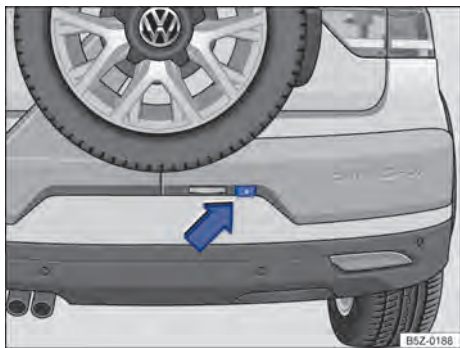

Fig. 117 No parachoque traseiro: local de instalação do assistente de condução em marcha a ré.
- ✓ Uma imagem confiável e clara, por exemplo, condições de visibilidade boas e uma lente limpa → Fig. 117.
A câmera de marcha a ré → Fig. 117 (lupa) somente fornece imagens bidimensionais. As reentrâncias, bem como os objetos salientes no solo ou as peças salientes de outros veículos, são difíceis de serem reconhecidas ou não podem serem reconhecidas devido à ausência de profundidade no display.
Manter a lente da câmera → Fig. 117 limpa, sem neve e sem gelo: